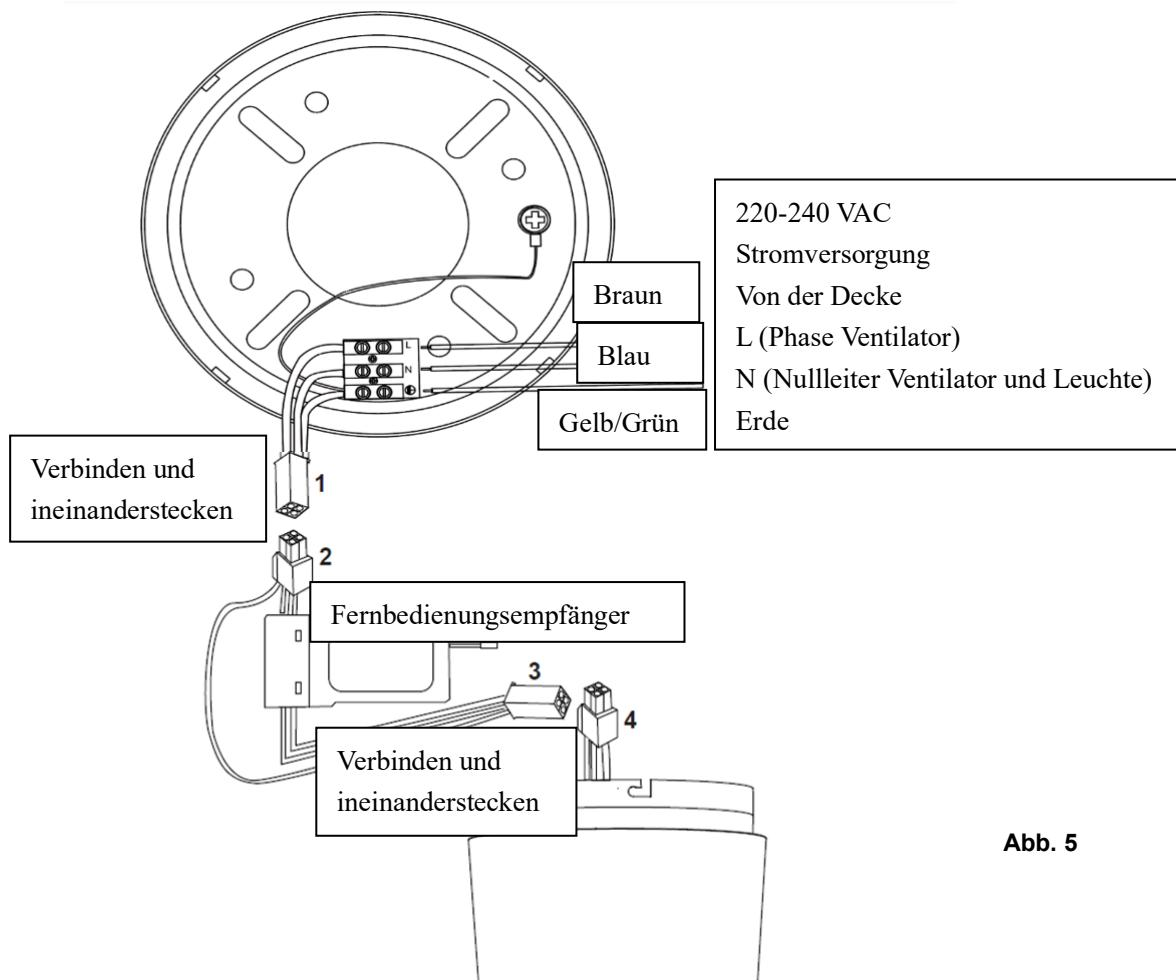

Abb. 5
SCHALTPLAN FÜR MODELLE MIT FERNBEDIENUNG (Abb. 5):
- Verbinden Sie die Drähte L, N und Erde mit der Klemmleiste der Halterung, wie im Schaltbild in Abb. 5 gezeigt.
- Verbinden Sie die Schnellanschlüsse der Halterung (1) und des Fernbedienungsempfängers (2) und achten Sie darauf, dass sie fest ineinander greifen.
- Verbinden Sie die Schnellanschlüsse des Fernbedienungsempfängers (3) und des Ventilators (4) und achten Sie darauf, dass sie fest ineinander greifen.